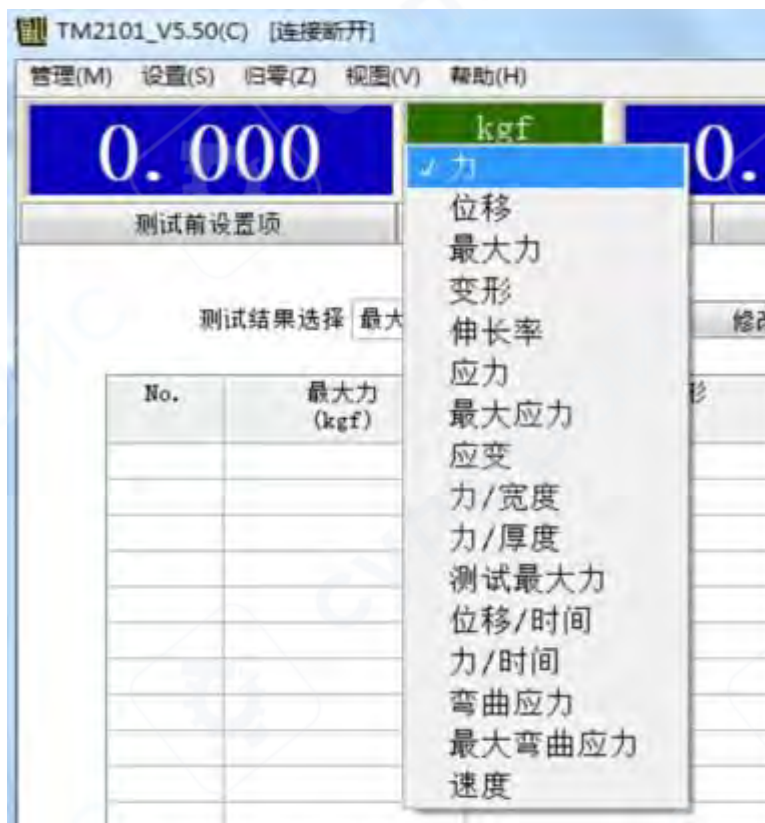

Рисунок 6
- **Панель отображения текущих величин** — отображает текущие значения параметров (усилие, перемещение и др.). Через выпадающий список можно выбрать отображаемый параметр (см. рис. 6).